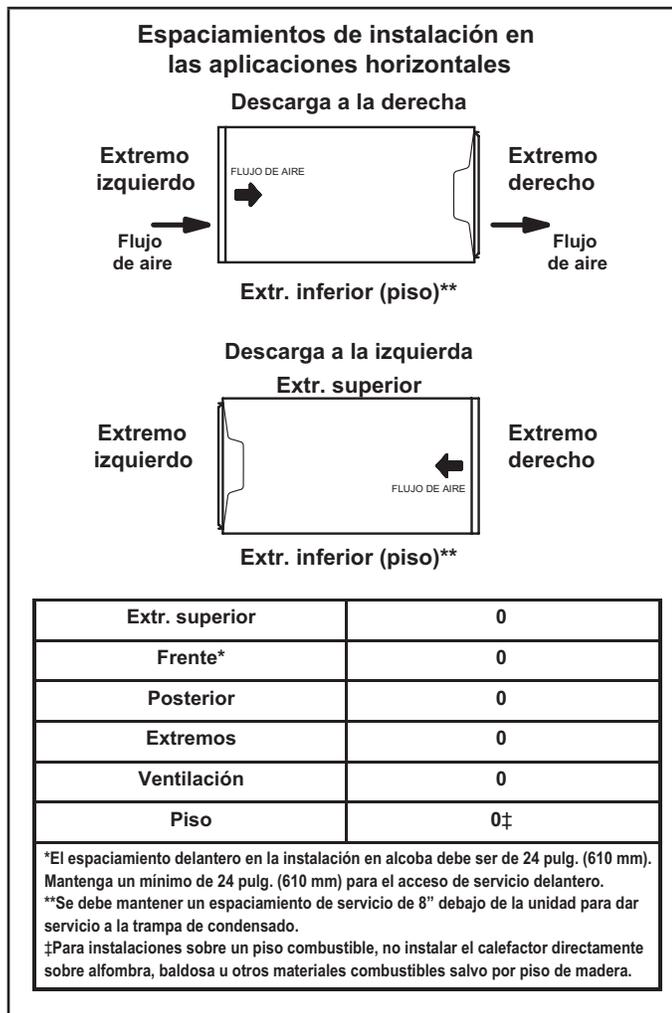

Figura 17
El calefactor EL297UHV se puede instalar en aplicaciones horizontales con descarga de aire a la derecha o a la izquierda. Consultar la Figura 17 con respecto a los espaciamientos en aplicaciones horizontales.
- 1 - Seleccione la ubicación de la unidad teniendo en cuenta el espaciamiento de servicio y otros espaciamientos necesarios. Ver la Figura 17.